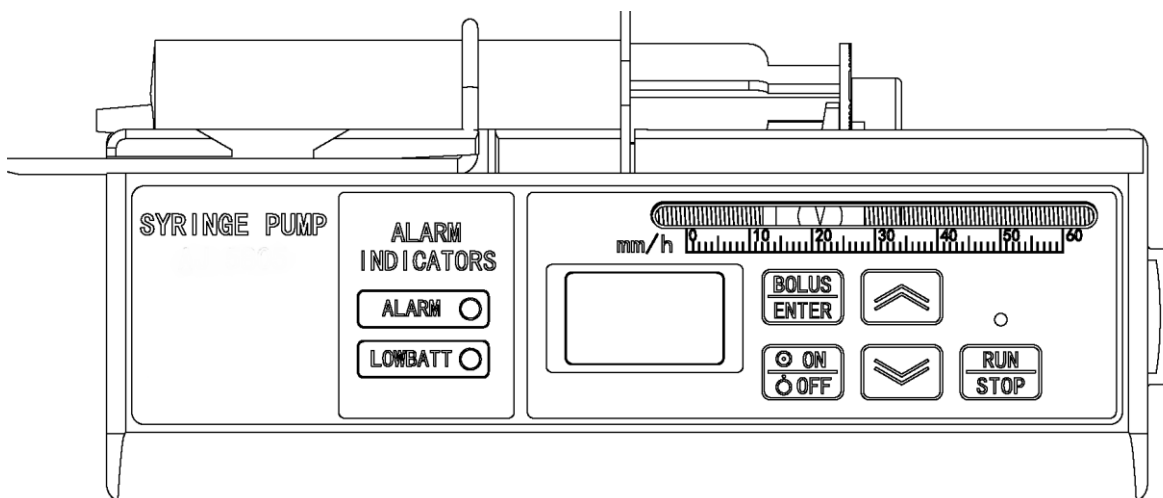

Figure 1
1. Placez la pompe horizontale (Fig. 1);